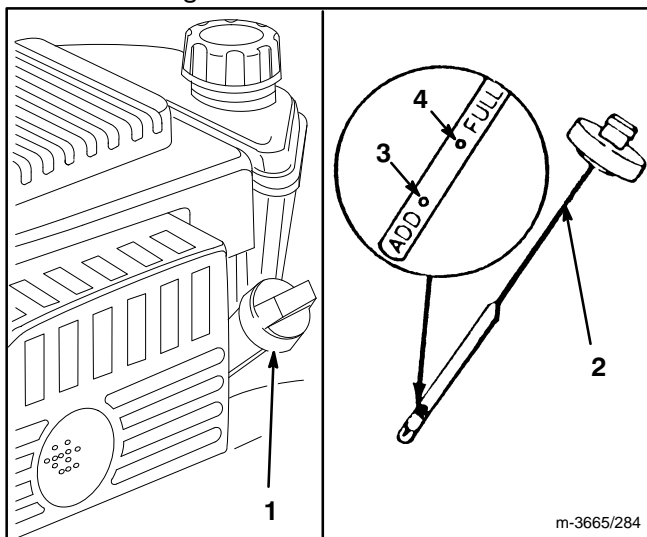

Figure 9
Remplir le carter moteur d'huile SAE 30 ou 10W30 jusqu'à ce que le niveau atteigne le repère du plein (FULL) de la jauge comme illustré à la figure 9. La contenance maximale du carter moteur est de 0.65 l d'huile (22 onces). Toutes les huiles de classe SF, SG, SH ou SJ (classification API — American Petroleum Institute), sont acceptables.
Avant chaque utilisation, vérifier que le niveau d'huile se trouve entre les repères FULL (plein) et ADD (ajouter) (Fig. 9). Faire l'appoint suivant les besoins.
3. Essuyer la réglette de la jauge et la réinsérer dans le goulot de remplissage. Visser le bouchon d'un quart de tour vers la droite. Retirer à nouveau la jauge et contrôler le niveau d'huile (Fig. 9). Si le niveau est insuffisant, ajouter juste assez d'huile pour atteindre le repère FULL. **NE PAS REMPLIR AU-DESSUS DE CE REPÈRE, CE QUI POURRAIT CAUSER DES DOMMAGES AU MOTEUR LORS DU DÉMARRAGE. VERSER L'HUILE LENTEMENT.**
1. **VÉRIFIER LE NIVEAU D'HUILE**—Veiller à ce que le niveau d'huile demeure entre les repères FULL et ADD de la jauge (Fig. 9).